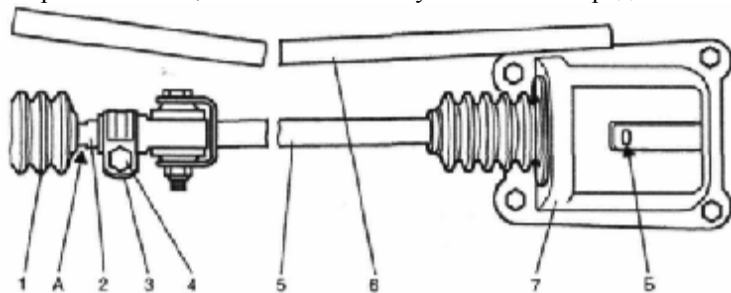

Рис. 33. Регулировка привода управления коробкой передач (вид снизу):
- установите рычаг переключения передач в нейтральное положение, отпустите гайку стяжного болта 4 (рис. 33) хомута 3;